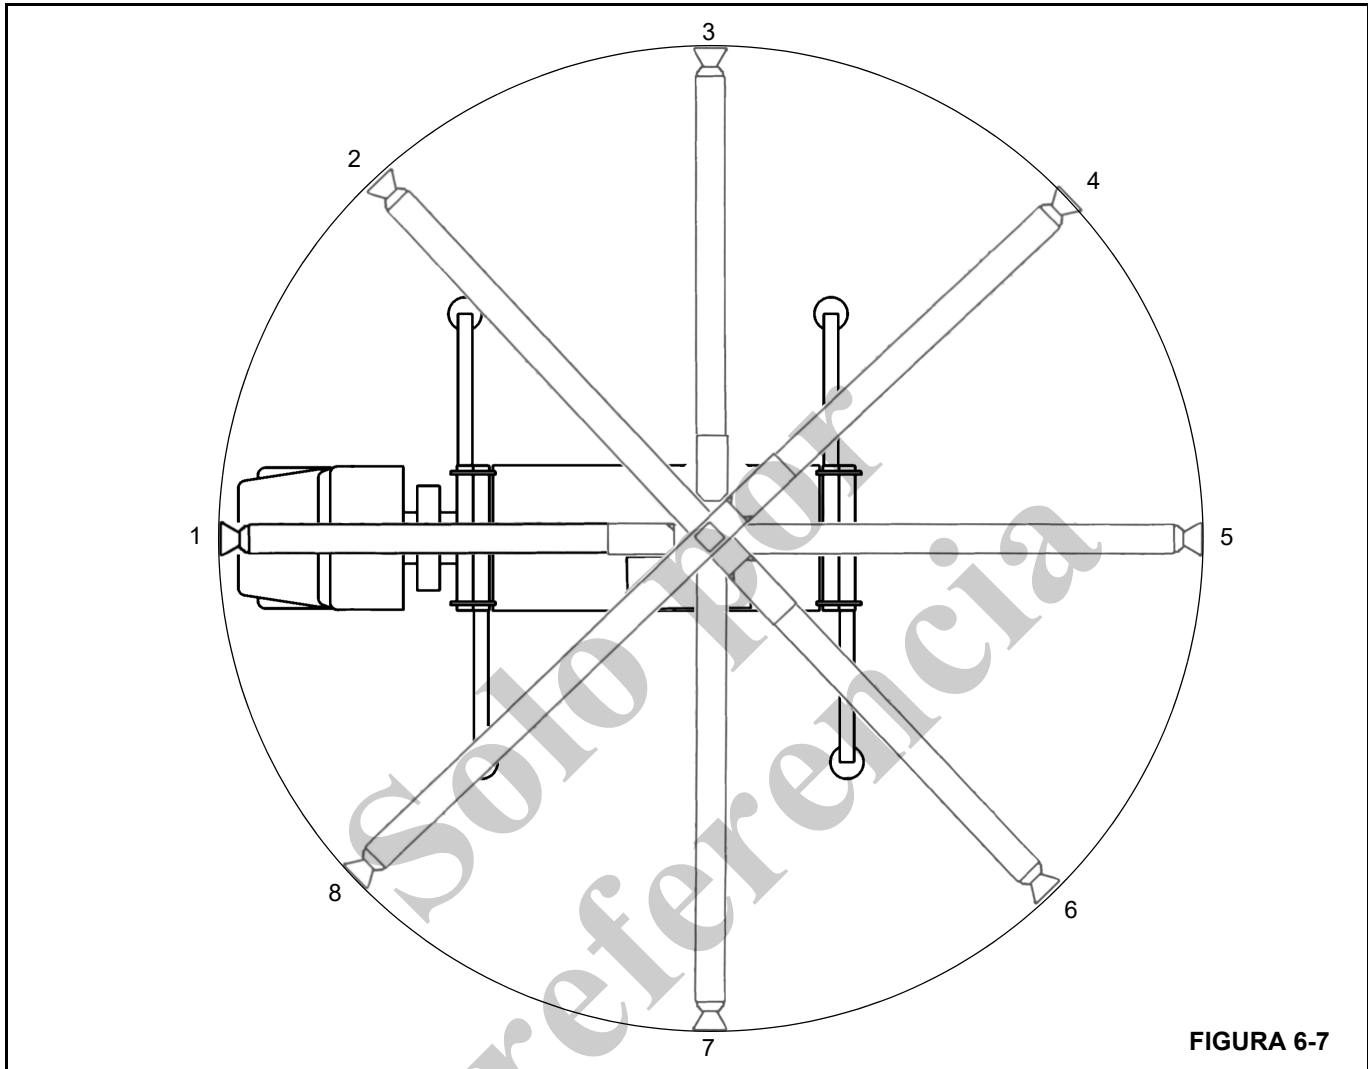

FIGURA 6-7
10. Si el promedio es de menos de 2 mm (0.090 pulg), repita la medida cada 45° alrededor de toda la zona de trabajo de la grúa (Figura 6-7).